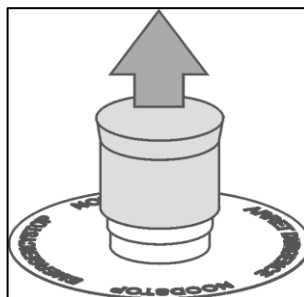

Рис. 5-2
- 2 Вытянуть красный колпачок АВАРИЙНОГО выключателя вверх (Рис. 5-2).